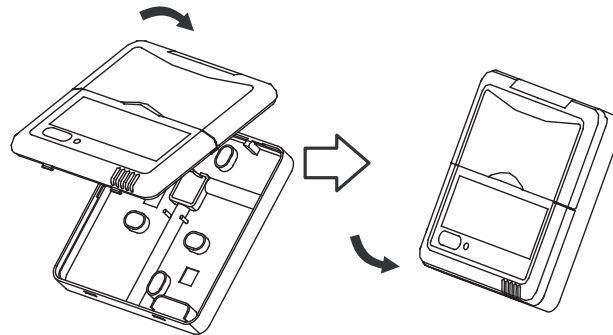

Fig 2-10
- Après avoir ajusté le boîtier supérieur, bouclez le boîtier supérieur. Veillez à ne pas pincer les câbles lors de l'installation. (Fig 2-10)